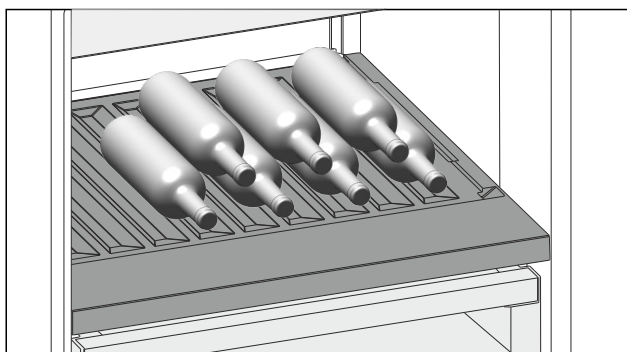

Fig. 117
- ▶ Legg inn flaskene med bunnen bakover mot bakveggen. (se Fig. 117)